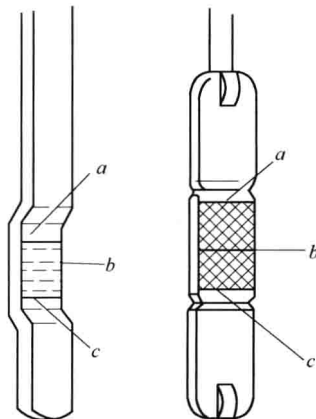

图 1-1 机油尺
(4)拔出机油尺,观察机油油面位置。机油尺表面有上下两条刻度线。如果机油油面位置在两条刻度线之间,表明机油油位符合要求。在实际操作中,若机油油位在上刻度线附近,不必加注机油;若机油油位接近下刻度线,可以加注机油;若机油油位在下刻度线以下,则必须加注机油,若机油油位超过上刻度线较多,则需要放出机油。如图 1-1 所示。如果发现机油油位过低,还应认真检查润滑系统是否有漏油现象。在补加机油时,应与在用油的型号一致,不同型号的机油不应混用。